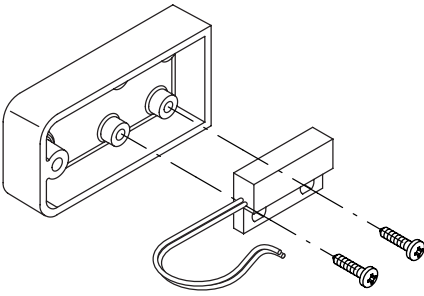

Fig.3
- 2 Die beiden magnetischen Sensoren an die entsprechenden Halterungen, wie in Abbildung 3 gezeigt, befestigen.